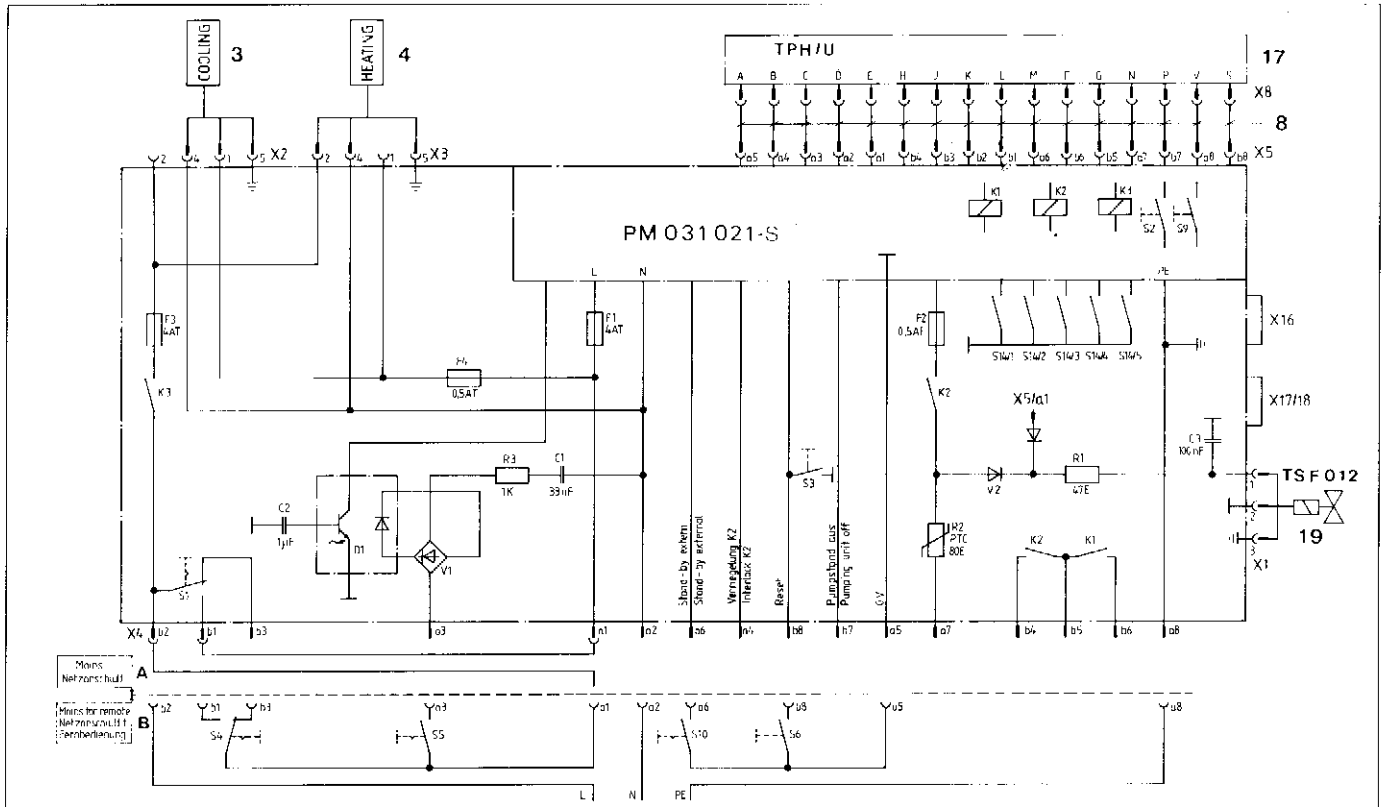

Fig. 7
Der Netzanschluß ist nach den örtlichen Bestimmungen auszuführen. Die Antriebselektronik TCP 380 ist für Netzspannungen von 100–240 V \pm 10 %, 50–60 Hz ausgelegt. Der Netzanschluß erfolgt nach Schaltplan PM 021 949 -S, Fig. 7, an der 16-poligen Messerleiste X4.
The mains connection must be made according to local regulations. The Electronic Drive Unit TCP 380 has been designed for mains voltages from 100 – 240 V \pm 10 %, 50 – 60 Hz; connection to the mains is made according to wiring diagram PM 021 949 -S, Fig.7, at the 16-poles multiple plug X4.
Les branchements sur le réseau secteur sont à reconduire selon les prescriptions locales. La commande électronique TCP 380 est prévue pour des tensions secteur de 100 à 240 V \pm 10 % 50 ou 60 Hz. Les branchements eux-mêmes sont accomplis comme indiqués par le schéma de connexions PM 021 949 -S (Fig. 7), par l'intermédiaire du connecteur X4 à 16 broches.
- Die Ventilatoren für TPH/TPU 330/510 sind für 110 V, 50/60 Hz ausgelegt. Der elektrische Anschluß erfolgt nach Fig. 7.
- The fans for the TPH/TPU 330/510 are designed for 110 V, 50/60 Hz. Electrical connection is made as shown in Fig. 7.
- Les ventilateurs pour les TPH/TPU 330/510 sont prévus pour une tension de 110 V 50/60 Hz. Branchement électrique: voir Fig. 7.